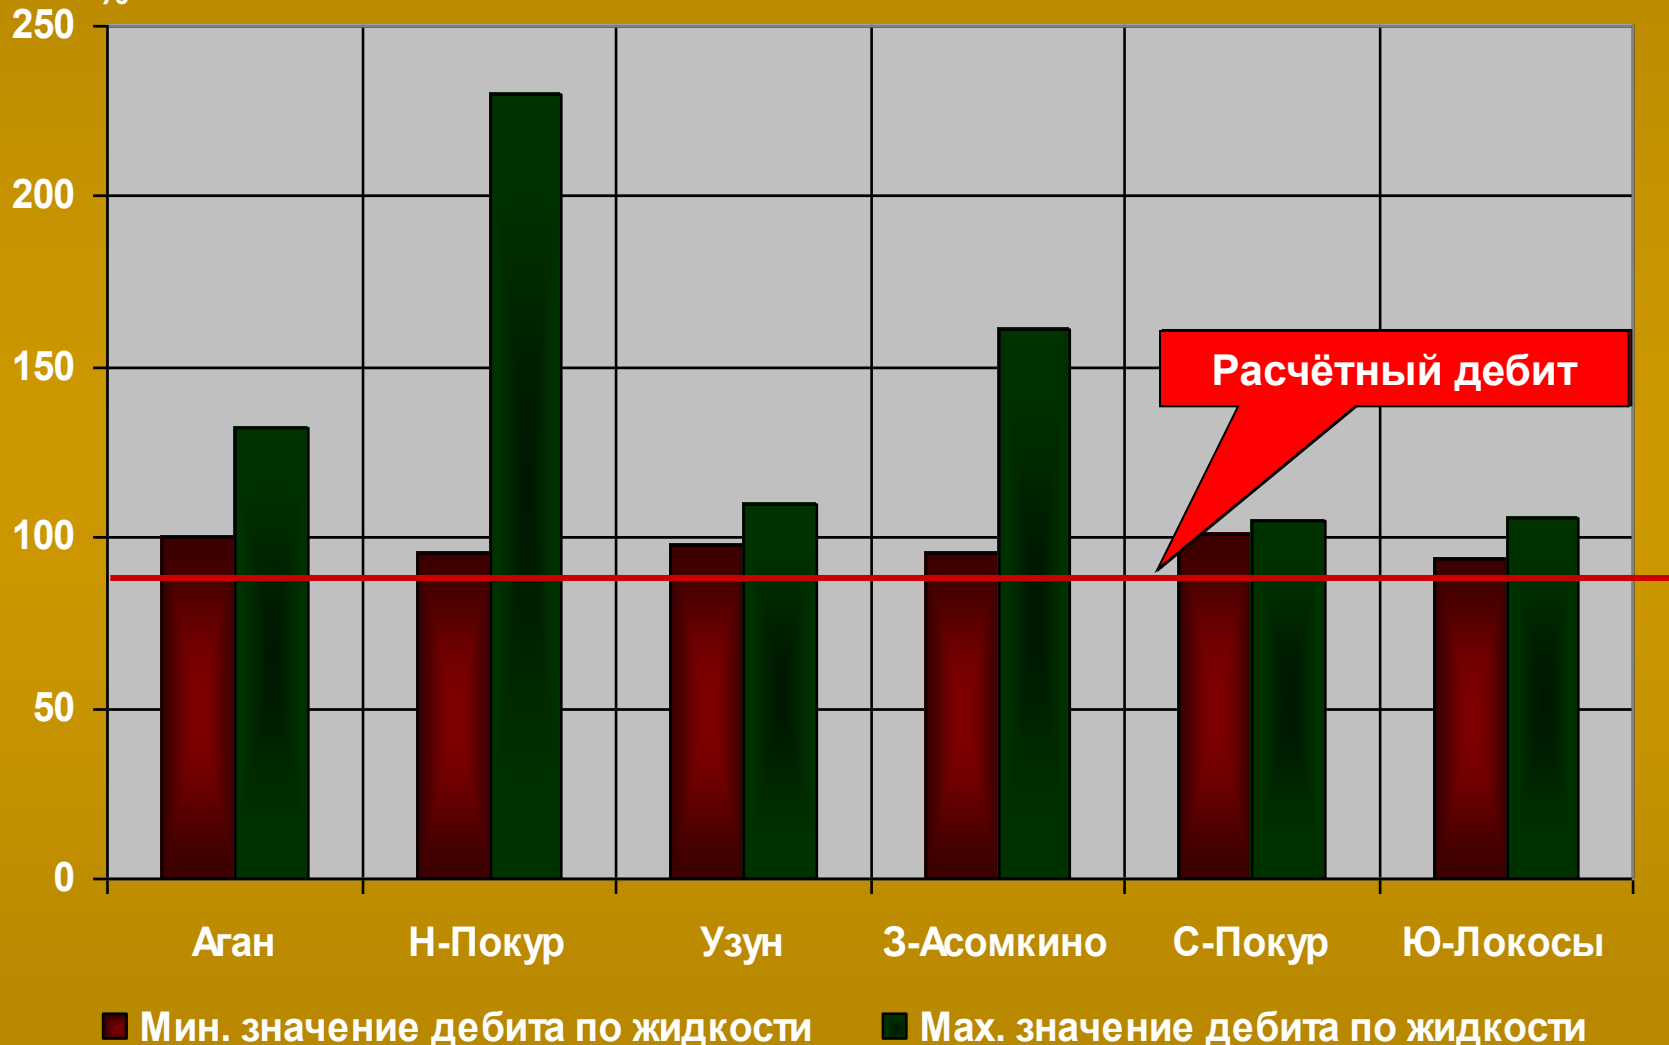

Рис. 7
**На рис. 7 в виде диаграммы представлен сводный анализ по скважинам, отработанным с применением УТЖ VIP (зеленые столбцы), который показывает максимальное повышение дебита по жидкости (в %), выше расчетного на представленных месторождениях.**